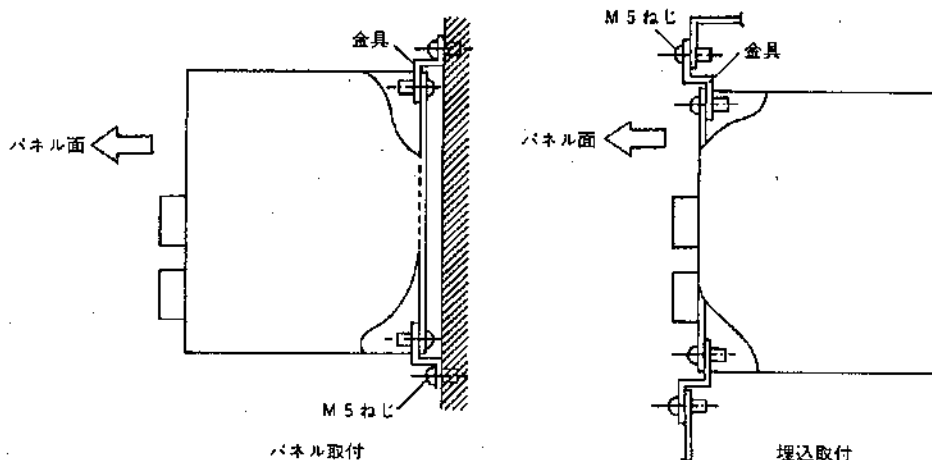

図3-2 NPSA-NN/NF/20N/PN/PNN の取付け
(3) NPSA-NN/NF/20N/PN/PNN は、付属の取付け金具により、パネル取付けまたは埋込型としてご使用いただけます。(図3-2)